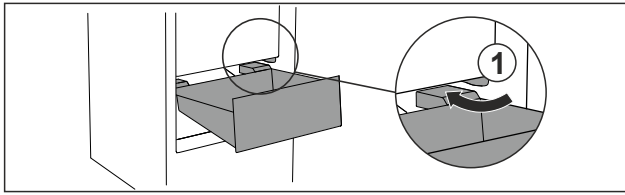

Fig. 31
- ▶ Guider le tiroir en biais en contournant les butées *Fig. 31 (1)*.